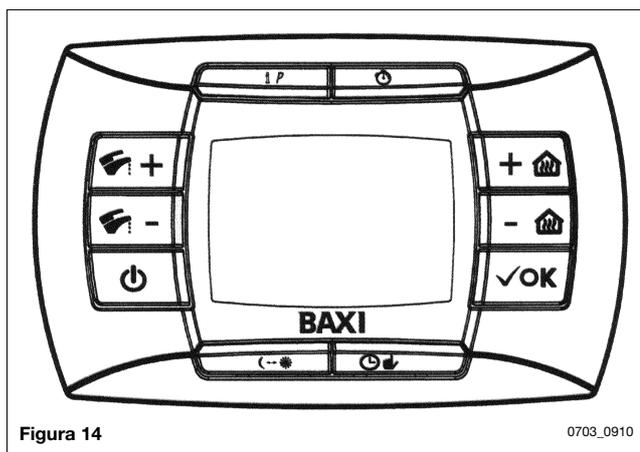

Figura 14
Lo schema di collegamento è rappresentato nella figura 14.
- premere e mantenere premuto il tasto  e successivamente premere il tasto  (vedere figura 14).